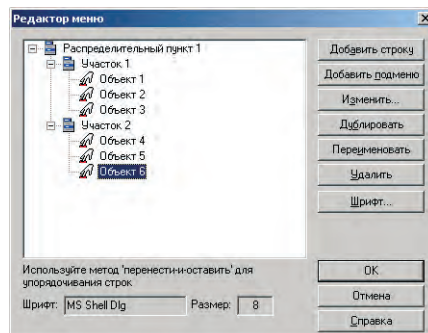
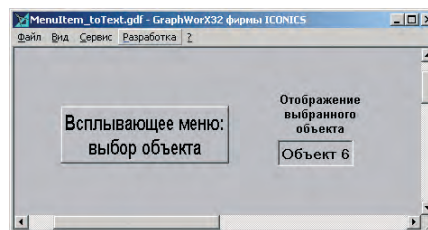

Рис. 4. Структура всплывающего меню
Рис. 5. Отображение названия выбранного объекта
1. Создать в экранной форме всплывающее меню, имеющее структуру, показанную на рис. 4. Выбор пунктов «Объект 1...Объект 6» должен открывать всплывающие окна объектов, и название выбранного пункта должно отображаться в текстовой строке (рис. 5).